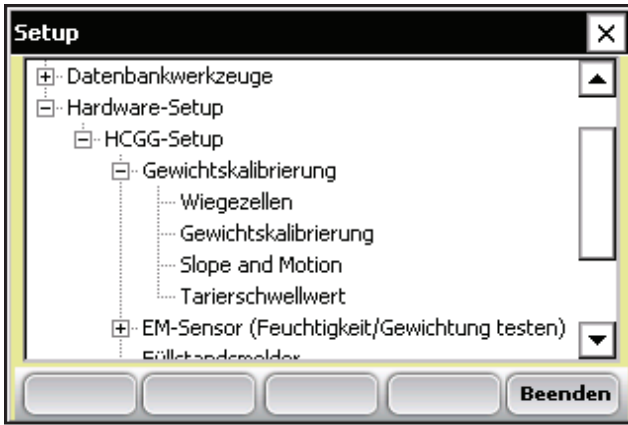

Abbildung 3-2: Setup-Menü, auf dem “Wiegezellen” ausgewählt ist
5. Wählen Sie ***Wiegezellen*** aus, wie in Abbildung 3-2 dargestellt, und befolgen Sie die Anweisungen auf dem Bildschirm.